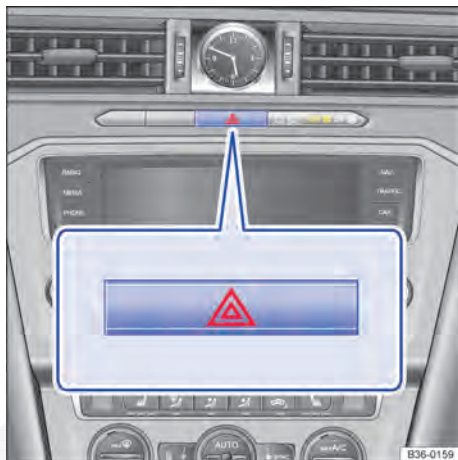

Fig. 278 Na parte superior do console central: botão das luzes de advertência.
2. Ligar as luzes de advertência com o botão ⚠ → Fig. 278.